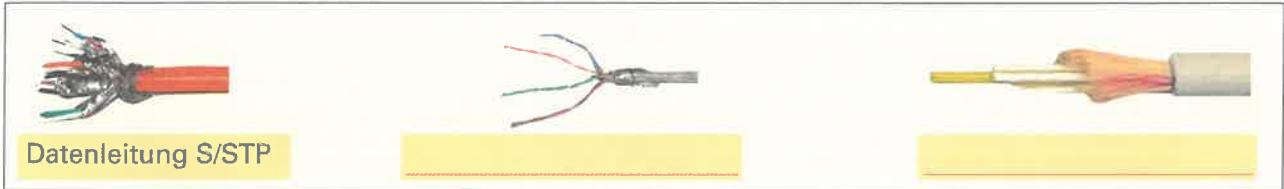

Bild 1: Datenleitungen
4. Bezeichnen Sie in **Bild 1** die Datenleitungen für ein Netzwerk und deren Abkürzung.